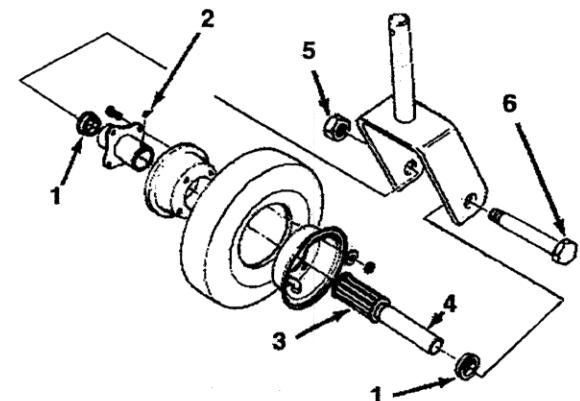

Figure. 4
1. Enlever le contre-écrou du boulon à tête qui fixe l'ensemble roue pivotante entre la fourche (Fig. 4). Tenir la roue et retirer le boulon à tête de la fourche.
**Nota:** tenir compte des deux anneaux de retenue du roulement (Fig. 4).
2. Incliner la roue pour faire tomber le roulement et le manchon entretoise (Fig. 4).
6. Pomper encore de la graisse par le graisseur de la roue (Fig. 4), jusqu'à ce que le roulement soit bien graissé.